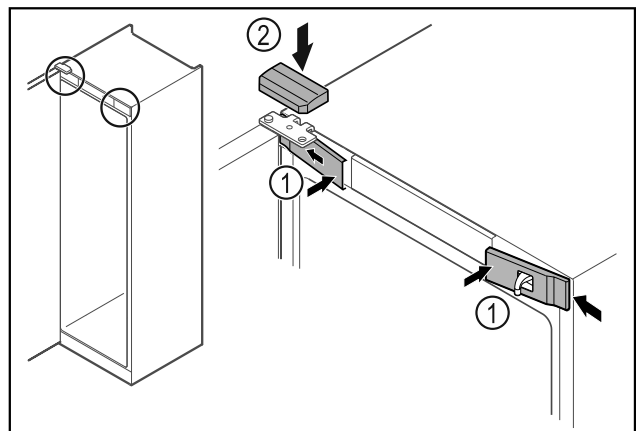

Fig. 61
- Accrocher les caches avant Fig. 61 (1) par les côtés et les enclencher.
- Insérer le cache supérieur Fig. 61 (2) par le haut.